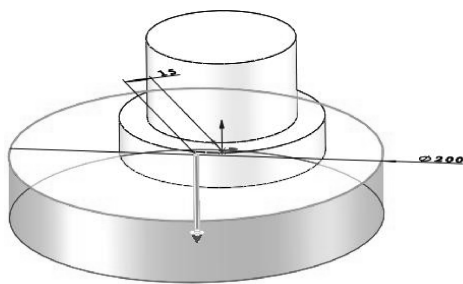

图 3-22 创建拉伸特征1
- 单击按钮, 完成拉伸特征的创建, 结果如图 3-22 所示。